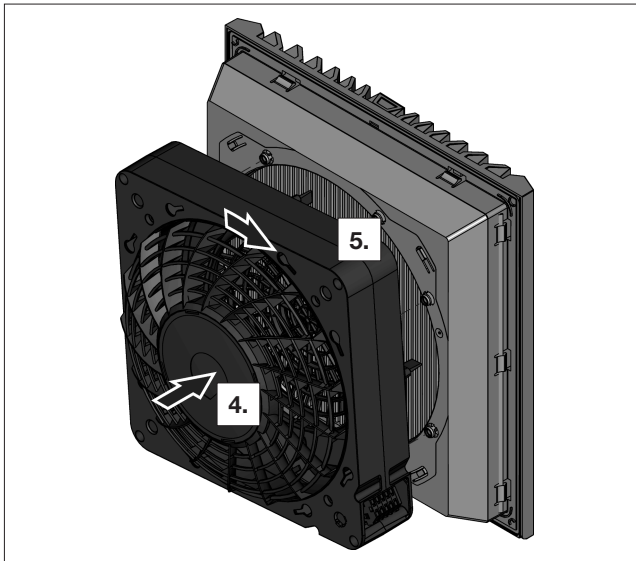

Abb. 11: Verriegelung Bajonett-Verschluss
- Setzen Sie das Lüftergehäuse wieder auf den Filterkasten auf (siehe Abb. 11).